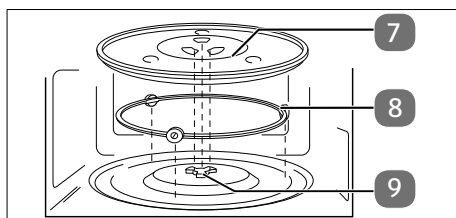

Abb. 5 – Glas-Drehteller einsetzen
- ▶ Setzen Sie den Rollenring in die Vertiefung im Garraum und legen Sie dann den Glas-Drehteller mittig auf die Antriebswelle (**siehe Abb. 5**), so dass die Stege des Glas-Drehtellers zwischen den Flügeln der Antriebswelle liegen.